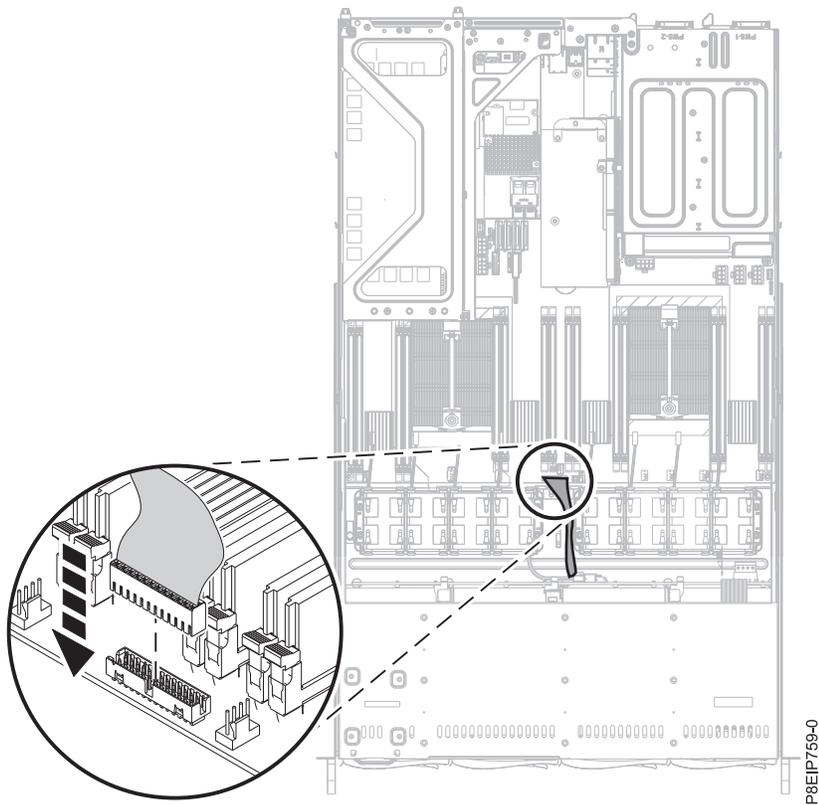

Abbildung 59. Kabel der Steuerkonsole austauschen
15. Tauschen Sie das Kabel der Steuerkonsole an der Systemrückwandplatine aus (siehe Abb. 59 auf Seite 56).